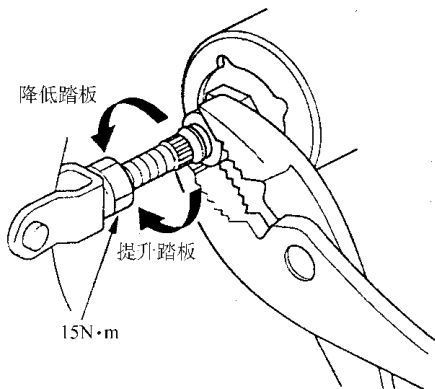

图 8-3 调整踏板高度
3) 如图 8-3 所示, 松开推杆锁紧螺母, 用钳子将推杆旋入或旋出, 直到获得标准的离地踏板高度。调节完毕, 紧固锁紧螺母。推杆压下时, 不要调整踏板高度。